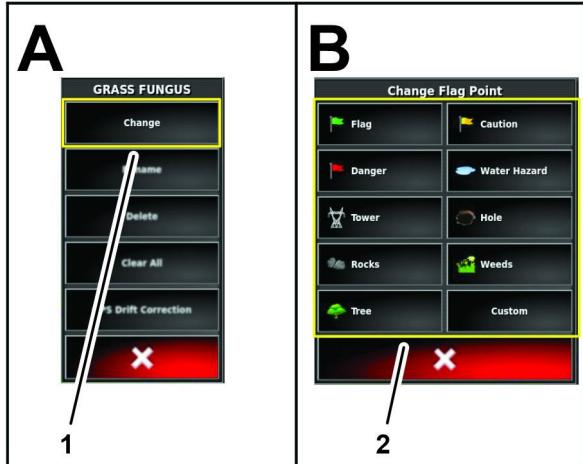

Figure 84
1. Dans le menu de modification de balise, appuyez sur l'icône CHANGER (Figure 84).
2. Dans le menu Changer une balise, appuyez sur l'icône du type de balise voulu (Figure 84).